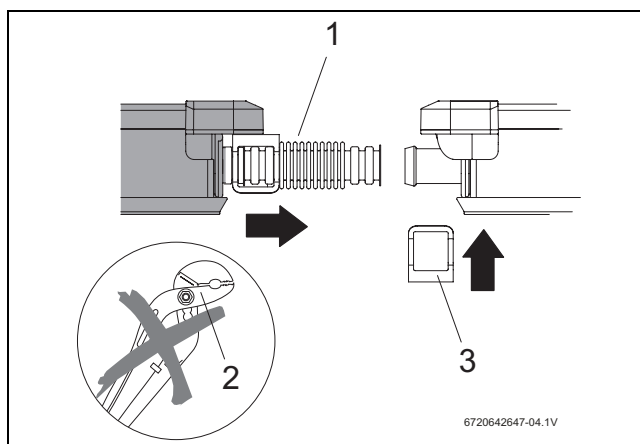

Fig. 55 Colocar el segundo captador
- ▶ No utilice herramientas auxiliares, como p. ej. tenazas (Fig. 55, [2]). Éstas podrían hacer inservible el conector de tubo ondulado.